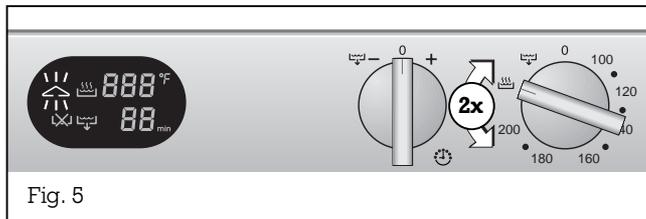

Fig. 5
- Faites faire 2 allers et retours au bouton, entre la position (cuisson vapeur) et la position 200°F, puis laissez-le en position (cuisson vapeur) (fig. 5).